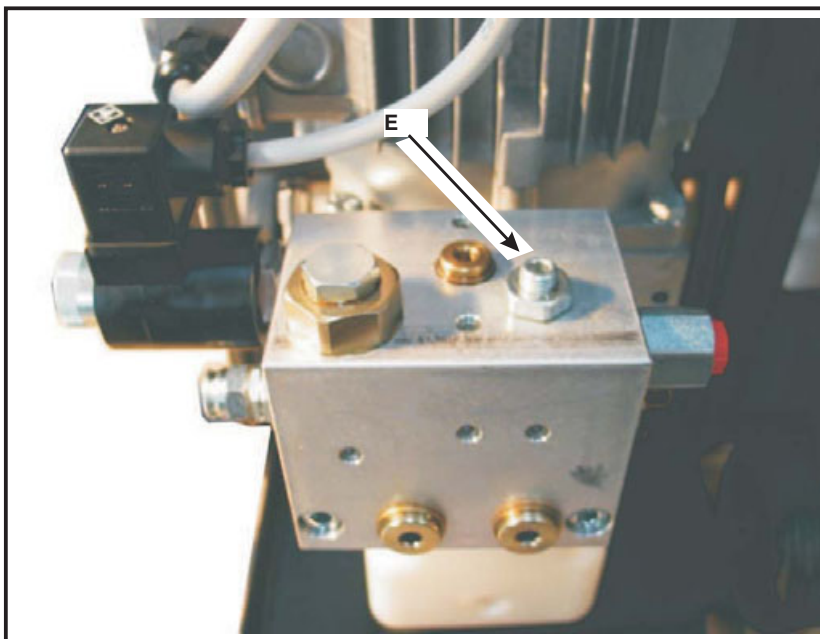

Fig.13
- Öppna den manuella ventilen (fig.13 del E) genom att lossa låsmuttern och skruva ut insexbulten.
- Open the manual valve (fig. 13 – pos. E) by unscrewing the bolt and screwing the dowel.